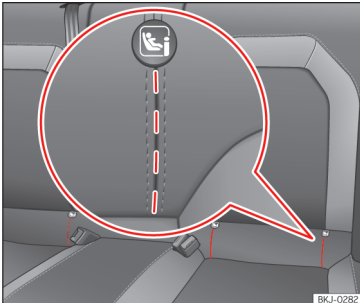

Abb. 35 Rücksitz: eingepprägten Schlitzlöcher für Zugriff auf die ISOFIX/i-Size-Halteösen.
Der Einbauort der ISOFIX/i-Size-Befestigungspunkte ist durch ein Symbol »» (Abb. 35) gekennzeichnet. Bei einigen Fahrzeugen sind die Halteösen am Sitzgerüst, bei anderen am Boden hinten befestigt.
- Öffnen Sie vorab per Hand den eingepprägten Bereich hinter den markierten Schlitzlöchern, um an die Halteösen zu gelangen »» (Abb. 35).